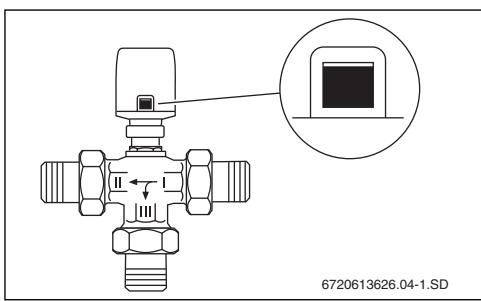

Fig. 9 Indicação de curso abastecida com corrente
- A indicação de curso está bem visível (→ fig. 9).